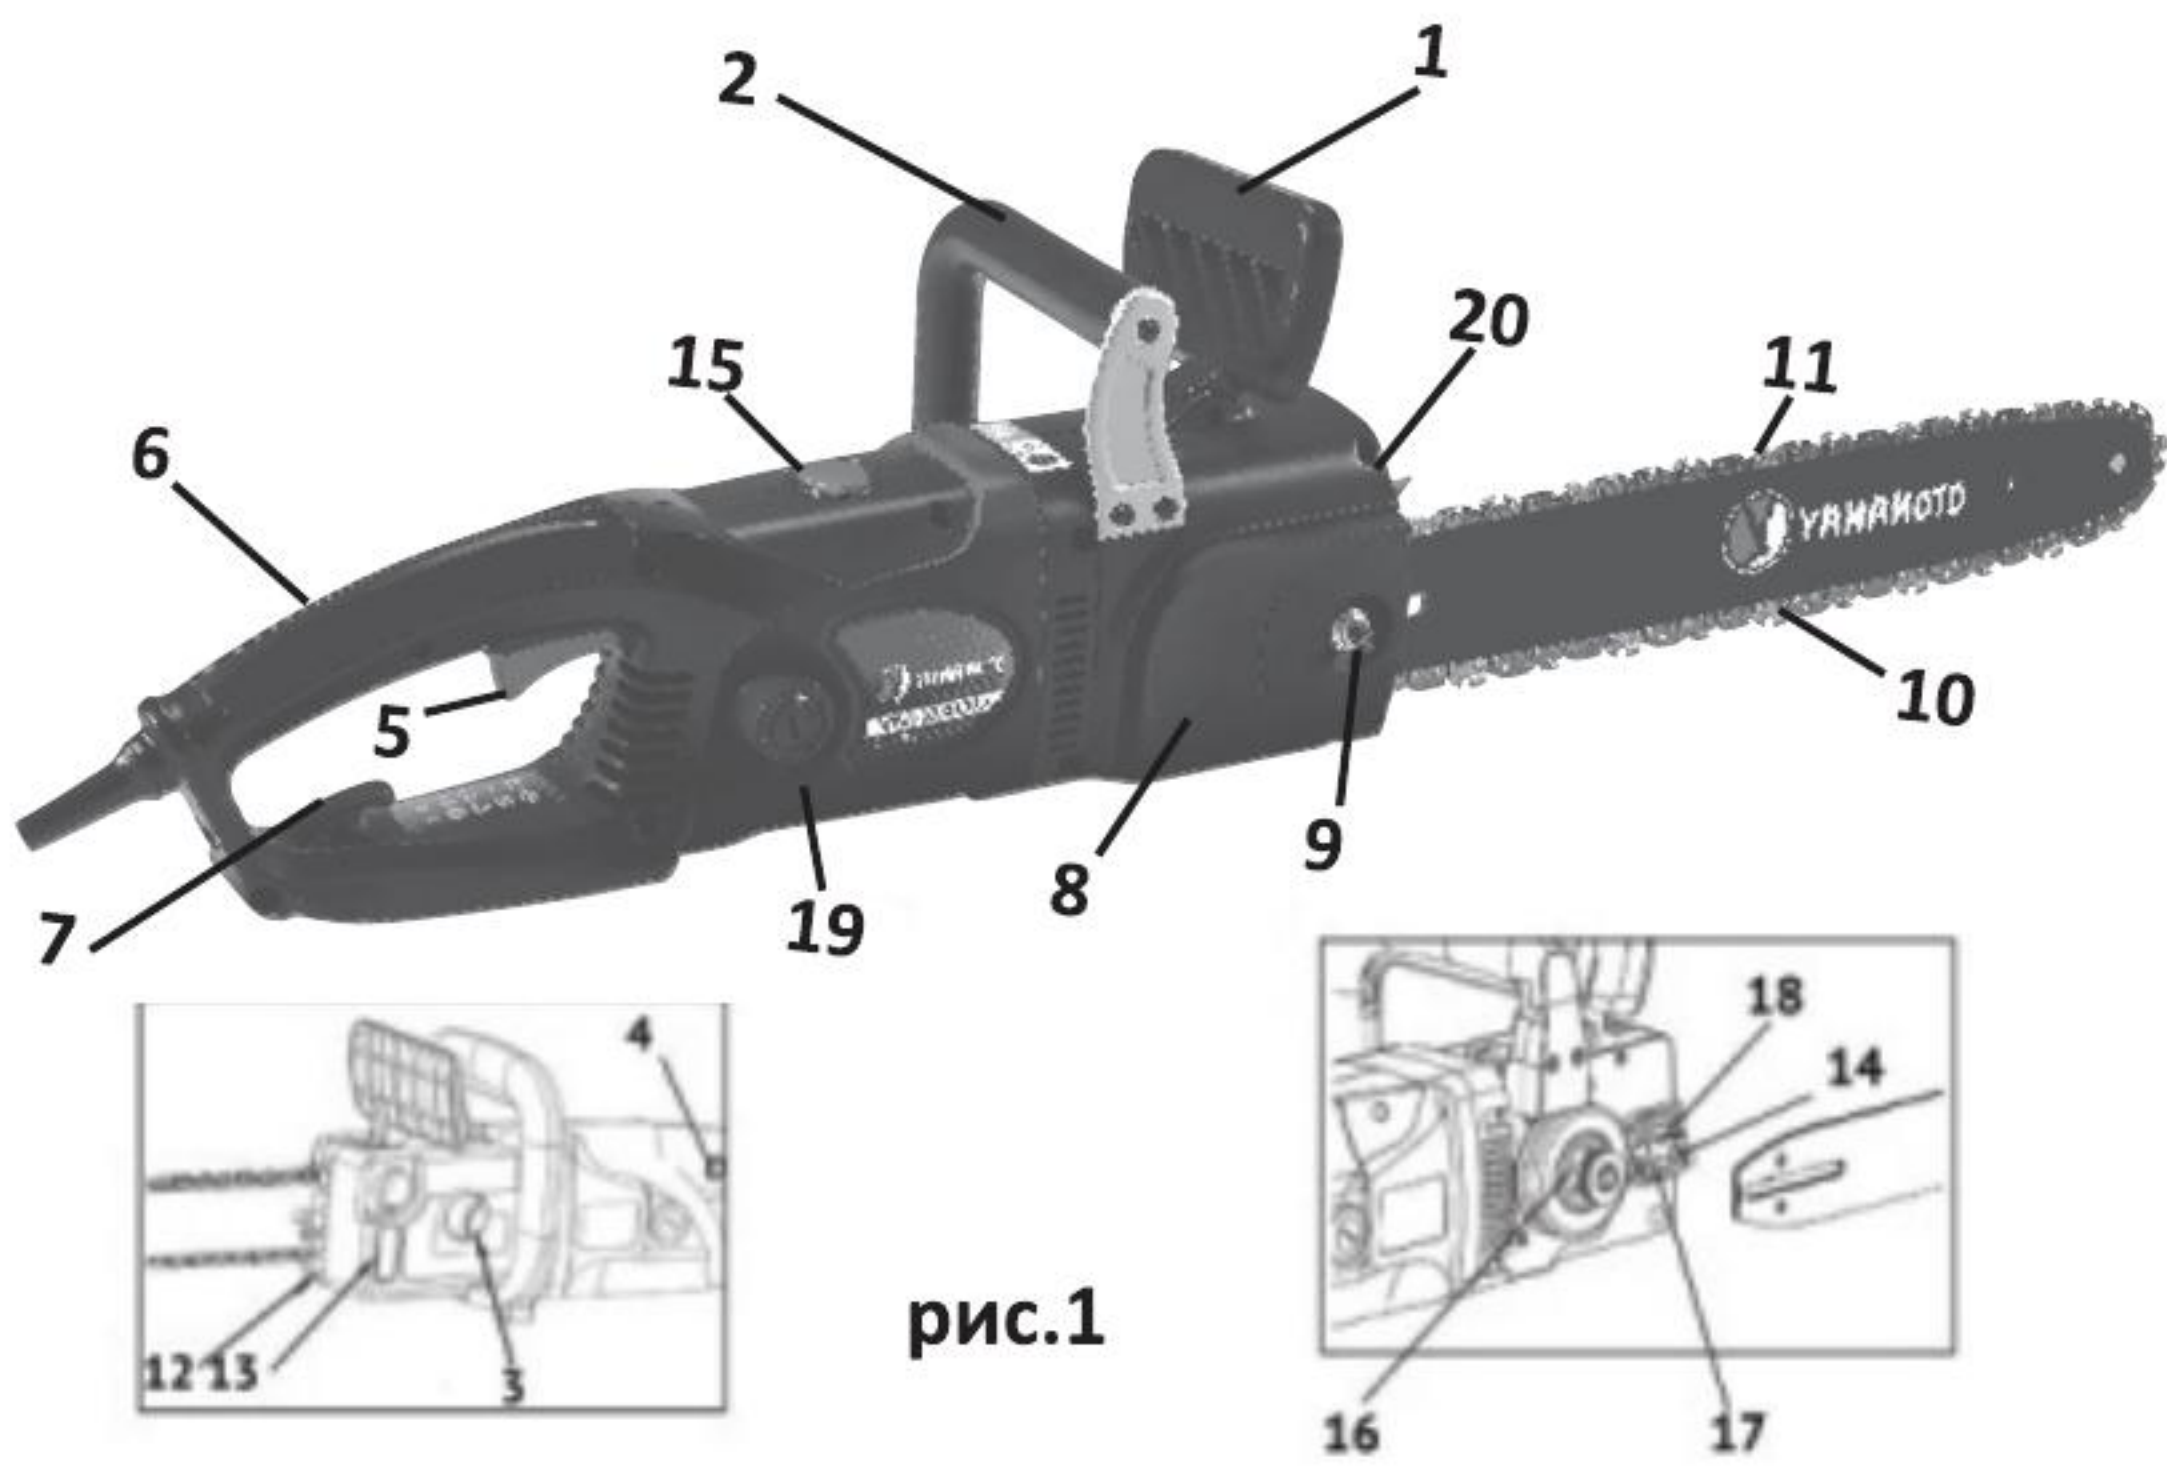

рис.1
Привод цепи осуществляется однофазным коллекторным электродвигателем. Рабочим органом пилы является пильный аппарат, состоящий из бесконечной (замкнутой) пильной цепи (рис.1 поз.11), бегущей по направляющей шине (рис.1 поз.10).
1.3 Включение пилы в работу осуществляется нажатием на клавишу выключателя (рис.1 поз.5). Выключатель имеет блокировку от случайного включения. Нажатием кнопки (рис.1 поз.-, слева на задней рукоятке), клавиша выключателя разблокируется. После нажатия на клавишу выключателя (рис.1 поз.5), ведущая звёздочка приводит в движение пильную цепь. Отпущенная клавиша и кнопка блокировки возвращаются в исходное положение - <выключено>.
Общий вид пилы представлен на рисунке 1 состоящей из 2-х половин, скреплённых винтами, находятся: клавиша выключателя (рис.1 поз.5) и кнопка блокировки (рис.1 поз.(4) клавиши. Редуктор, тормоз цепи и система смазки расположены в корпусе редуктора (рис.1 поз.20), Крутящий момент с якоря электродвигателя парой конических шестерен, передается на шпиндель пилы. На шпинделе крепится звёздочка, преобразующая вращательное движение шпинделя в линейное движение цепи по направляющей шине. Цепь является основным рабочим инструментом пилы. К правой половине корпуса редуктора крепится крышка шины (рис.1 поз.8), Шина с цепью и крышка шины устанавливаются на шпильку (рис.1 поз.18) и крепятся гайкой (рис.1 поз.9).
На левой половине корпуса редуктора расположены: крышка масляного бака (рис.1 поз.3) и окно контроля уровня масла (рис.1 поз.13).
- открутив гайку фиксации (рис.1 поз.9), снять крышку шины (рис.1 поз.8);
- поворотом винта (рис.1 поз.14) против часовой стрелки переместить палец натяжной (рис.1 поз.17) в крайнее левое положение. Установить шину на шпильку крепления (рис.1 поз.18), при этом палец натяжной должен войти в установочное отверстие направляющей шины;
- пильную цепь (рис.1 паз.11) наденьте на ведущую звёздочку (рис.1 поз.16). Уложите верхнюю часть цепи в паз шины, пропустите цепь между зубцами ведомой звёздочки на переднем конце Шины;
- слегка натяните цепь винтом (рис.1 поз.14), вращая его по часовой стрелке;
- установите крышку шины и слегка затяните гайку фиксации (рис.1 поз.9).
Регулировка натяжения цепи производится винтом (рис.1 поз.14) при ослабленной гайке крепления шины (рис.1 поз.9)
- отверните пробку маслобака (рис.1 поз.3);
- заполните бак маслом до верхней части окна (рис.1 поз.13, следите за тем, чтобы в бак не попала грязь);